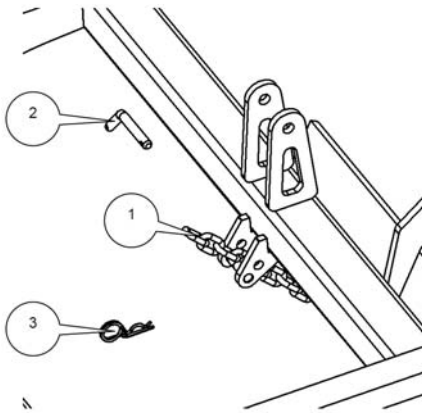

Fig. 20 Regulatie van de achterste aandrukrol
De rol is opgehangen aan een ketting (1) (Fig. 20).